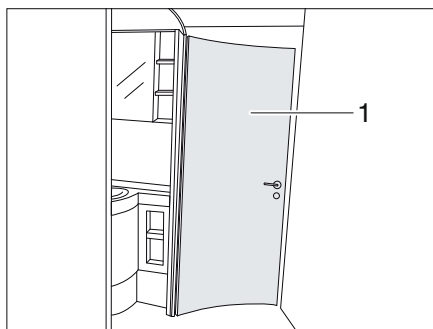

Fig. 234 Cabina bagno
La porta della zona toilette (Fig. 234,1) può essere bloccata, a seconda dell'equipaggiamento, in 1-3 angoli di apertura diversi per formare una cabina bagno. A seconda dell'angolo di apertura scelto, vengono collegate tra loro diverse parti dell'ambiente.
- ▶ La porta della zona toilette (Fig. 234,1) non deve essere utilizzata come elemento divisorio durante la marcia. Portare la porta in posizione di base (zona toilette isolata).